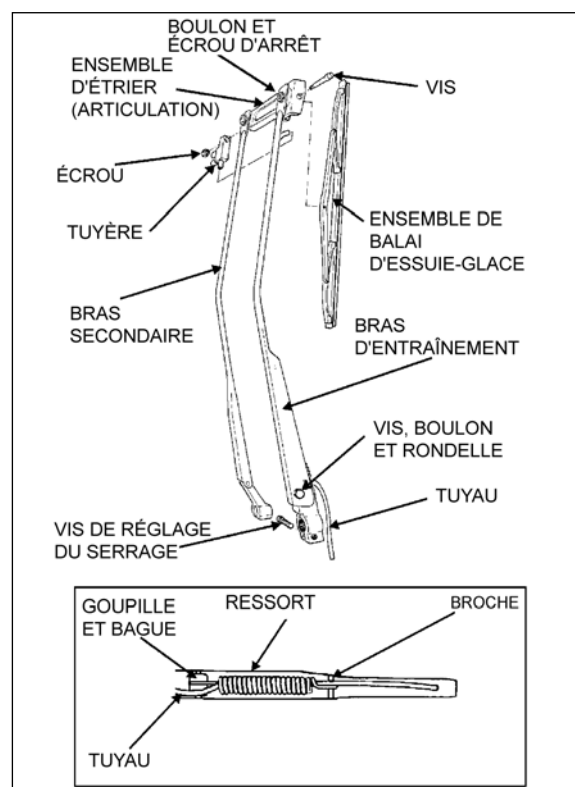
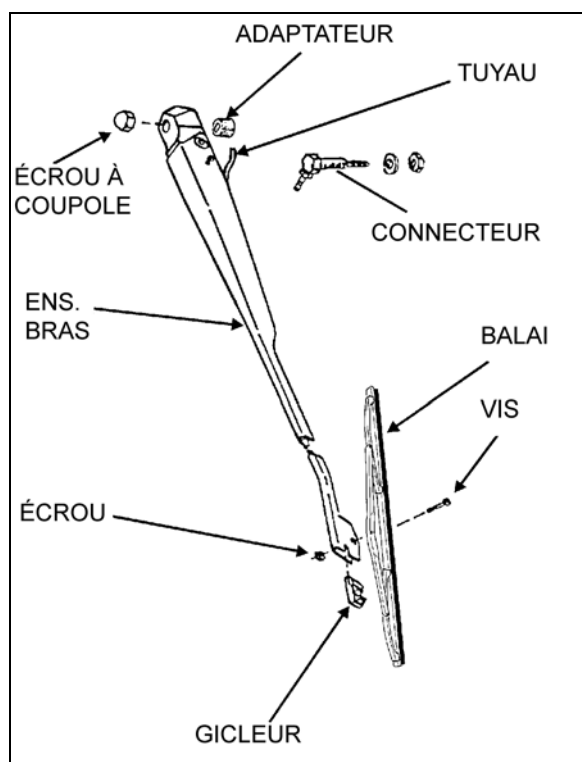

FIGURE 37 : ESSUIE-GLACE INFÉRIEUR
FIGURE 38 : ESSUIE-GLACE SUPÉRIEUR
1. Enlever les écrous à coupole des axes du pivot du bras d'essuie-glace (Figure 37 et Figure 38).